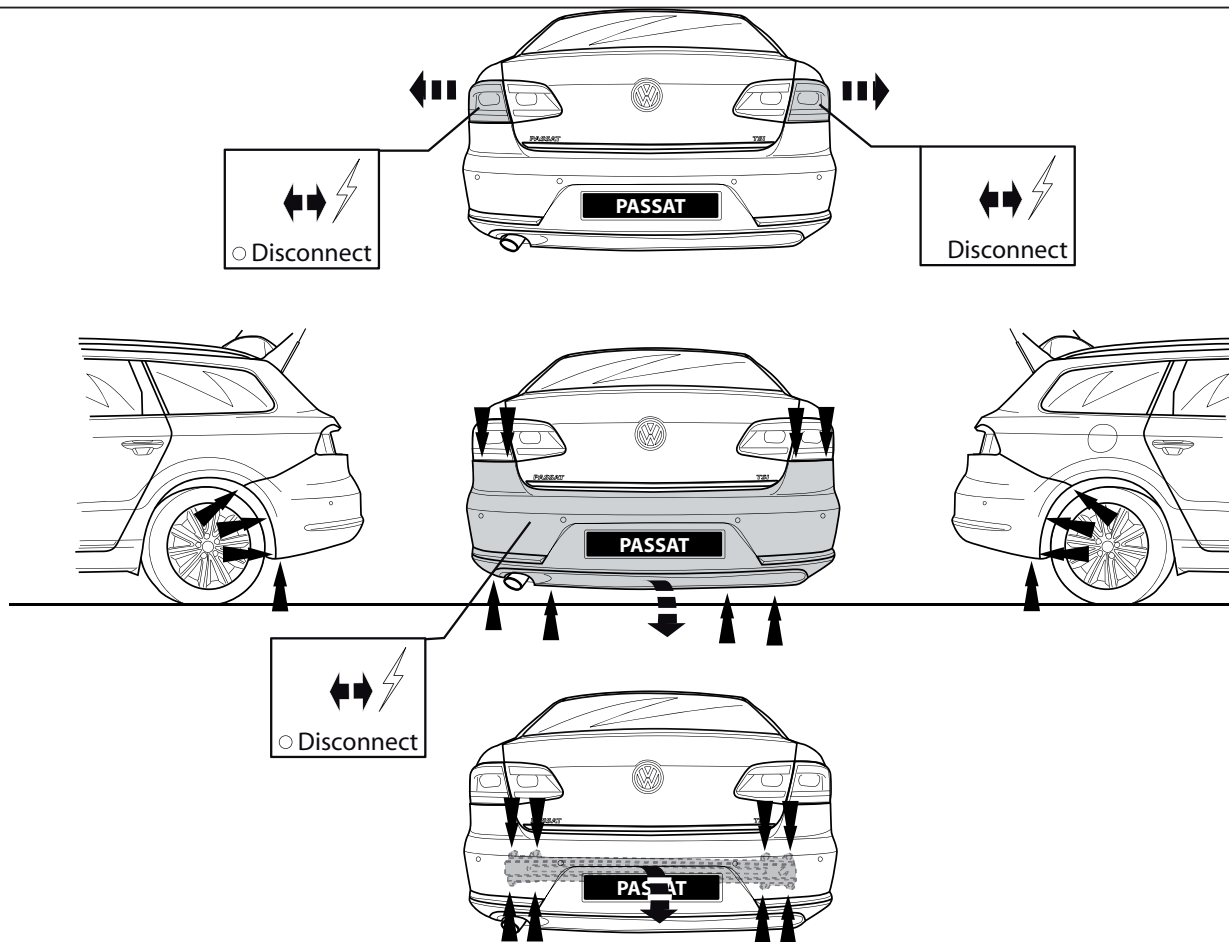

Fig. 1
2. Снять бампер вместе со стальным буферным брусом автомобиля буферный брус больше не понадобится. Поставить болты на место. См. рисунок 1.
10. Выпилить часть из бампера в середине снизу, как указано на рис. 1.